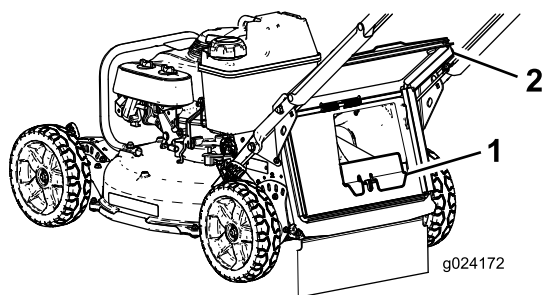

Figura 21
- Si el tapón de descarga trasera no está instalado, sujételo por el asa, eleve la puerta trasera e introdúzcalo en el conducto de descarga trasera hasta que el enganche encaje en su sitio (Figura 21).
1. Puerta trasera 3. Muesca (2)
2. Extremo de la varilla de la bolsa (2)
3. Retire el tapón de descarga trasera presionando el enganche hacia dentro con el dedo pulgar y extrayendo el tapón de la máquina (Figura 21).